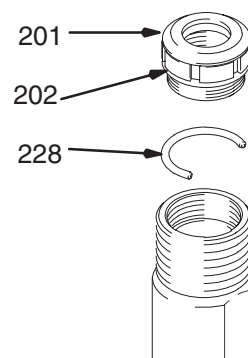

Fig. 13
Fig. 13. Instale la junta (201) en la tuerca prensaestopas (202). Instale el espaciador de ajuste del collarín (228) en la tuerca prensaestopas. Instale, sin apretar, la tuerca prensaestopas en el cilindro.